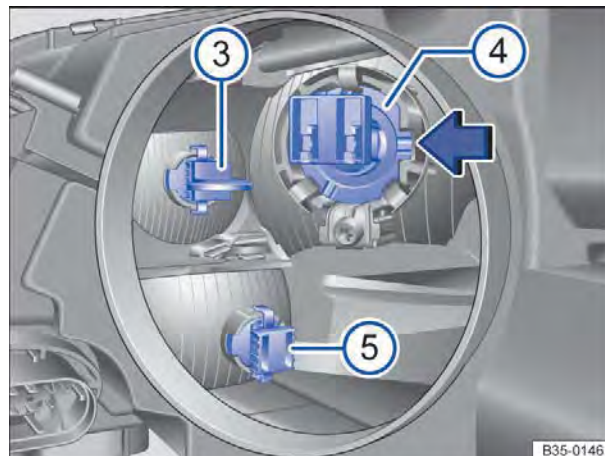

Fig. 245 Montar e desmontar a lâmpada do farol de rodagem diurna e luz de posição ❸, farol de conversão ❹ ou indicador de direção ❺.
4. Retirar o suporte da lâmpada ⇒ Fig. 245 ③ com a lâmpada incandescente para trás da carcaça do farol.
7. Colocar o suporte da lâmpada com a lâmpada incandescente na posição original dentro da carcaça do farol ③.
3. Remover a cobertura de borracha da parte traseira do farol ②.
4. Pressionar o suporte da lâmpada ⇒ Fig. 245 ④ na direção da seta e retirar com a lâmpada incandescente para trás da carcaça do farol.
7. Colocar o suporte da lâmpada com a lâmpada incandescente na posição original dentro da carcaça do farol ④ e pressionar contra a direção da seta. O ressalto do encaixe da lâmpada deverá estar no entalhe da carcaça do farol ⇒ Fig. 245 (seta).
4. Pressionar o suporte da lâmpada ⇒ Fig. 245 ⑤ para baixo e retirar com a lâmpada incandescente para trás da carcaça do farol.
7. Colocar o suporte da lâmpada com a lâmpada incandescente na posição original dentro da carcaça do farol ⑤ e pressionar para cima.